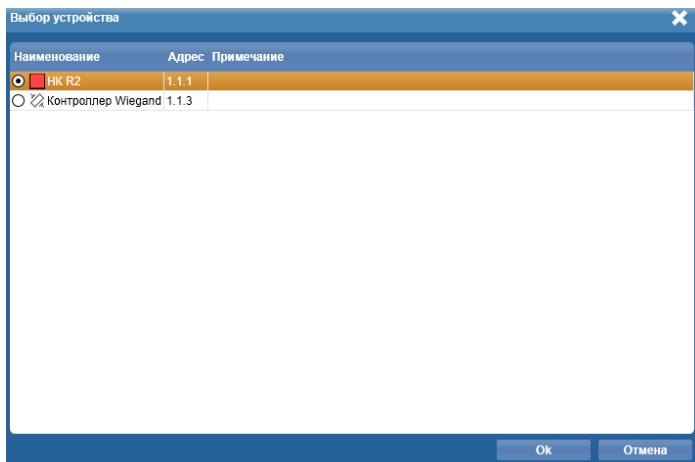

Рисунок 50. Окно **Выбор устройства**
1. Точка доступа называется **Однопроходной**, если с помощью нее осуществляется контролируемый проход только в одну сторону. Для **однопроходной** точки доступа в поле **Устройство на вход** необходимо выбрать **наборник кодовый HK-R2** (для ручного набора кода на входе) или **контроллер Wiegand**, используемый для считывания данных с магнитной карты. При нажатии на ссылку открывается окно **Выбор устройства**, в котором указаны только те устройства, которые возможны для выбранного назначения (Рис.50). В поле **Устройство на выход** необходимо выбрать устройство адресная метка **AM-R2**. В поле **Замок** нужно выбрать устройство, осуществляющее запирание и отпирание двери: возможно выбрать модуль релейный (**PM-R2, PM-R4**), **наборник кодовый (HK-R2)** либо модуль выходов с контролем **MBK8-R2**.